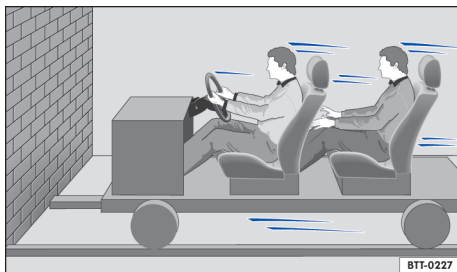

Fig. 33 Um veículo com os ocupantes do veículo sem cintos de segurança está em rota de colisão com um muro.
▶ O princípio físico de um acidente frontal pode ser explicado com facilidade. Assim que o veículo entra em movimento, é criada uma energia de movimento tanto no veículo como nos seus ocupantes denominada "energia cinética" → Fig. 33.